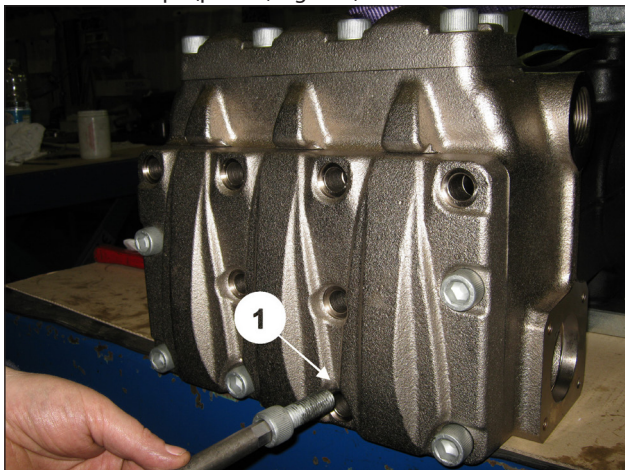
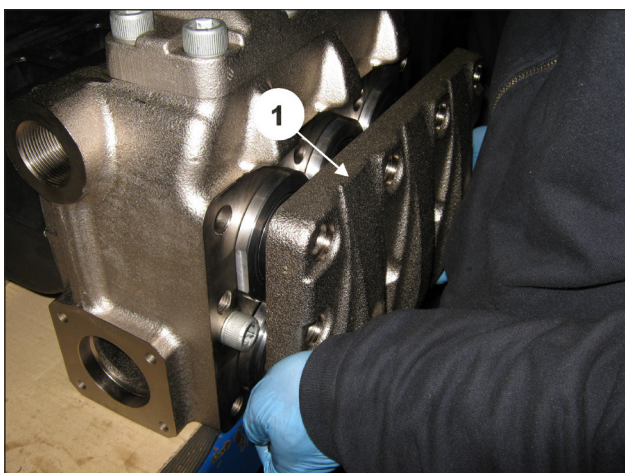

Fig. 103
Fig. 104
Quitar los 6 tornillos M16x45 de la tapa de las válvulas de aspiración (pos. ①, Fig. 103) y los 6 tornillos M16x200. Desmontar la tapa (pos. ①, Fig. 104).